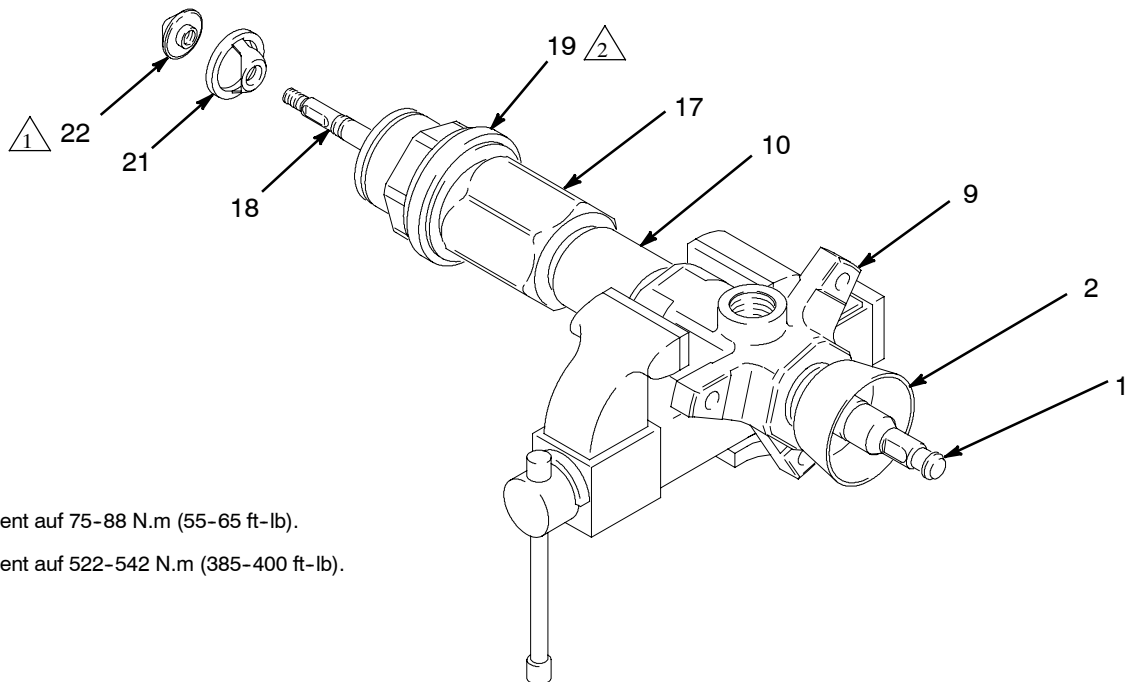

Abb.14
- Einlaßzylinder (19) in das Einlaßgehäuse (17) schrauben. Mit einer Rohrzanze den Zylinder (19) mit 522-542 N.m (385-400 ft-lb) festziehen. Dadurch werden auch das Einlaßventilgehäuse (17) und der Pumpenzylinder (10) in das Auslaßgehäuse (9) eingedreht. Siehe Abb.14
- Sicherstellen, dass die Schlüssel­flächen der Schöpfkolbenstange (18) von unterhalb des Einlaßzylinders (19) zugänglich sind. Wenn nicht, mit einem Gummihammer oben auf die Kolbenstange (1) klopfen, bis die Schlüssel­flächen vorstehen.
- Schöpfkolben (21) bis zum Anschlag auf die Stange (18) schieben. Stange (18) mit einem verstellbaren Schlüssel festhalten und den Sitz (22) mit einem zweiten Schlüssel auf die Stange schrauben. Drehmoment auf 75-88 N.m (55-65 ft-lb). Siehe Abb.14